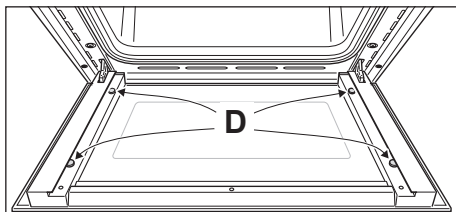

Fig. 4.24
- Verificare che i 4 distanziatori "D" siano nella loro posizione (fig. 4.24).